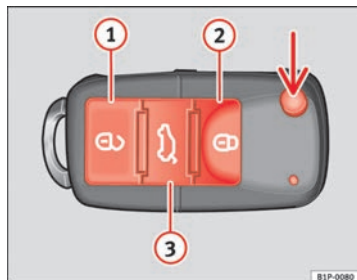

Fig. 64 Teclas de la llave con mando a distancia
Con la tecla $\Rightarrow$ fig. 64 (flecha) del mando, se desbloquea el paletón de la llave.
Desbloqueo del vehículo $\Rightarrow$ fig. 64 ①.
Bloqueo del vehículo $\Rightarrow$ fig. 64 ②.
Desbloqueo del portón trasero. Pulse la tecla $\Rightarrow$ fig. 64 ③ hasta que todos los intermitentes del vehículo parpadeen brevemente. Al pulsar la tecla de desbloqueo $\Rightarrow$ fig. 64 ③, dispone de 2 minutos para abrir el portón. Una vez transcurrido este tiempo se bloqueará de nuevo.
Además, el testigo de la pila de la llave $\Rightarrow$ fig. 64, parpadea.
Pulsando una vez la tecla $\Rightarrow$ fig. 64 ①, se abrirá sólo la puerta del conductor, permaneciendo el resto cerradas.
Pulsando dos veces la tecla  ⇒ **página 107, fig. 64** , se desbloquearán todas las puertas.
- Pulse la tecla  ⇒ **página 107, fig. 64** del mando a distancia.